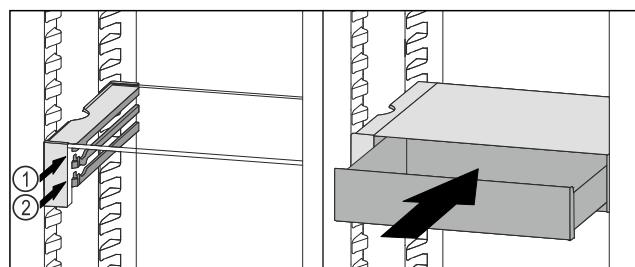

Fig. 85
- Установите выдвижной ящик VarioSafe за стопоры на требуемый выступ Fig. 85 (1) или Fig. 85 (2).